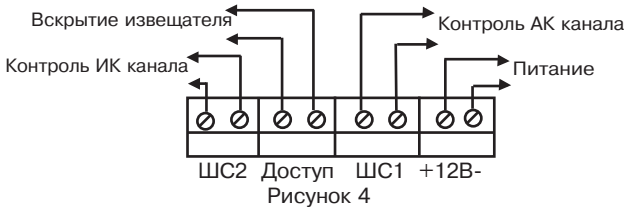

Рисунок 3
- снимите крышку извещателя, отжав отверткой фиксатор, расположенный в нижней части основания извещателя (рисунок 3);
- снимите плату, отжав фиксатор платы извещателя (рисунок 3); вскройте отверстия, которые будут использоваться для прокладки проводов и крепления извещателя (рисунок 3), при использовании кронштейна — отверстия только для прокладки проводов;
- при креплении на кронштейне выверните винт из сферы, совместите квадратный выступ сферы с соответствующим пазом в верхней части основания извещателя (рисунок 3), вставьте винт в отверстие в верхней части основания и заверните, не затягивая;